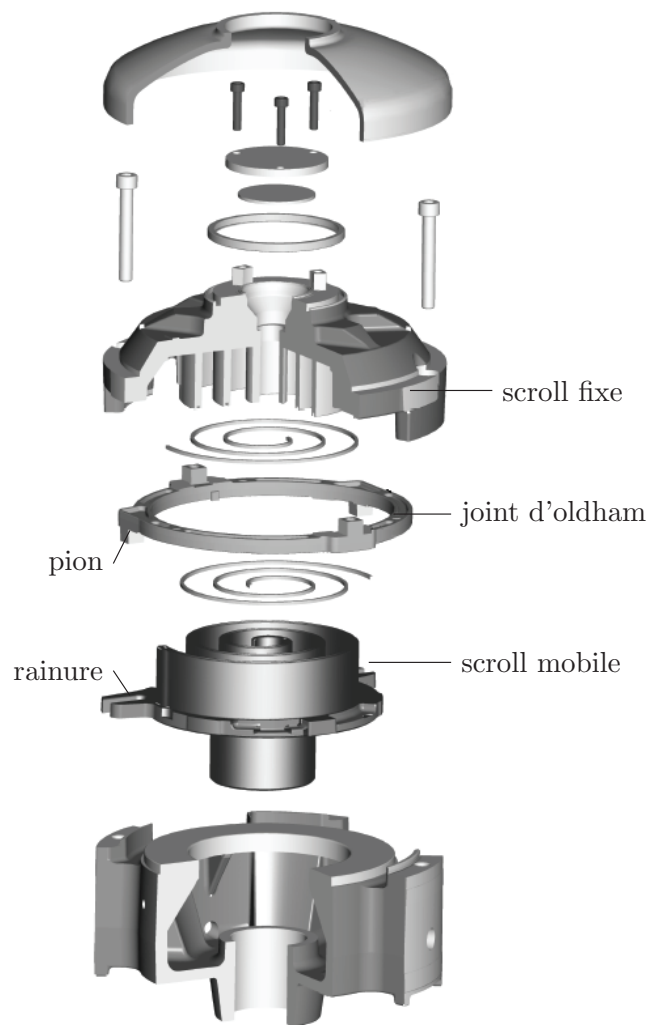

Figure 2 – Perspective éclatée de l'ensemble de compression
- d'un ensemble de compression qui permet d'augmenter la pression de l'air (**figure 2**, page 3).
- une spirale fixe par rapport au corps du compresseur (scroll fixe sur la **figure 2**) ;
- une spirale mobile (scroll mobile sur la **figure 2**).
- Q4.** Donner l'expression de $\vec{\Omega}(1/0)$ en fonction de $\dot{\theta}_{10}$. À l'aide du système d'équations de la fermeture cinématique, en déduire, en fonction de e , θ_{10} et $\dot{\theta}_{10}$, les expressions des torseurs cinématiques de la liaison entre (1) et (0) au point O , entre (2) et (1) en A , entre (3) et (2) en A et entre (3) et (0) en A .
- Q5.** Écrire, en fonction de e et $\dot{\theta}_{10}$, le torseur cinématique de (2) par rapport à (0) au point A . Quel est alors le mouvement de la spirale mobile (2) par rapport à la spirale fixe liée au bâti (0)? Justifier votre réponse.
- Q6.** Est-il utile que le repère \mathcal{R}_0 soit galiléen et que les liaisons soient parfaites pour établir le mouvement de la spirale mobile (2) par rapport à la spirale fixe liée au bâti (0) ? Justifier.
- Q7.** À partir de la **figure 2**, justifier succinctement la modélisation de la liaison entre la spirale mobile (2) et le joint d'oldham (3) par une glissière.